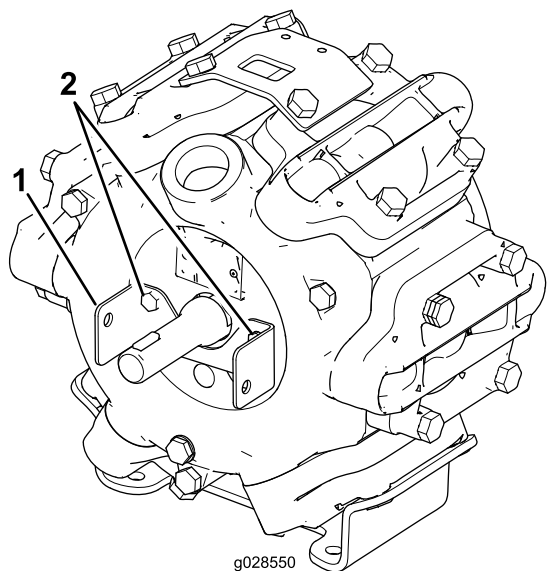

Рисунок 2
- Установите кронштейн щитка вала привода на насос опрыскивателя с помощью двух болтов, демонтированных при выполнении действий, описанных в пункте 1, как показано на Рисунок 2.